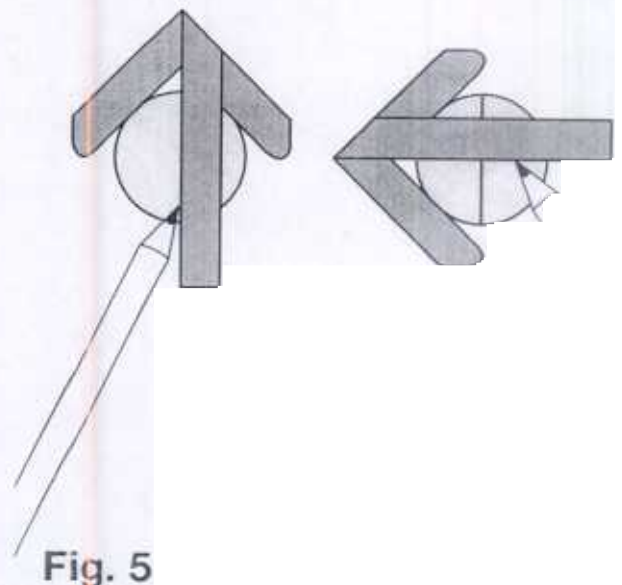

Fig. 5
7. Marquer deux traits à scier (fig. 5) à l'aide de la règle de centrage. Les scier ensuite sur une profondeur de 2 mm avec une lame de scie fine.